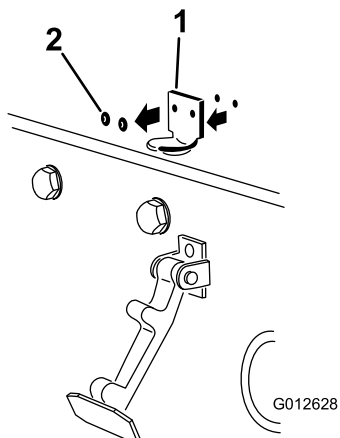

Figura 5
2. Retire los 2 remaches que sujetan el cerradero del capó al capó (Figura 5). Retire el cerradero del capó.